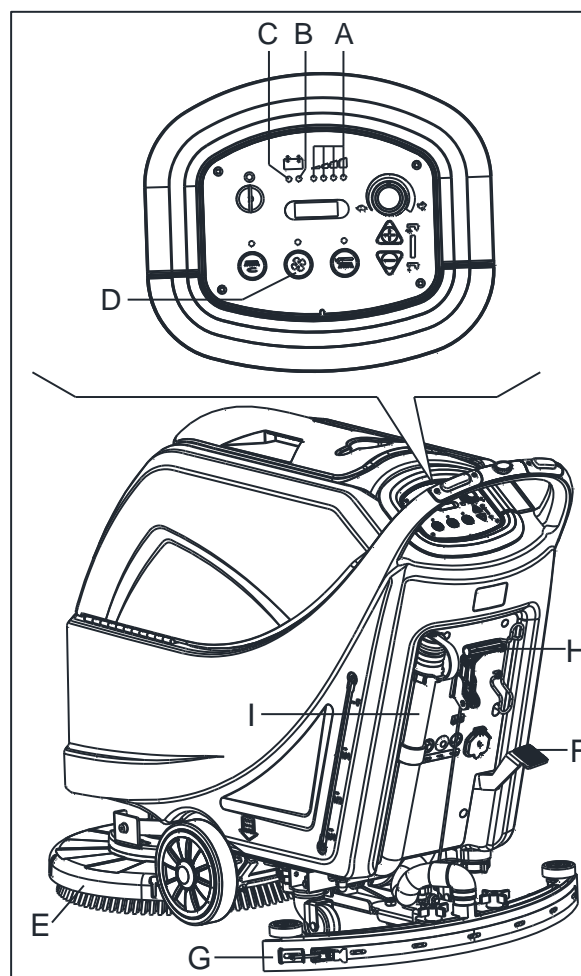
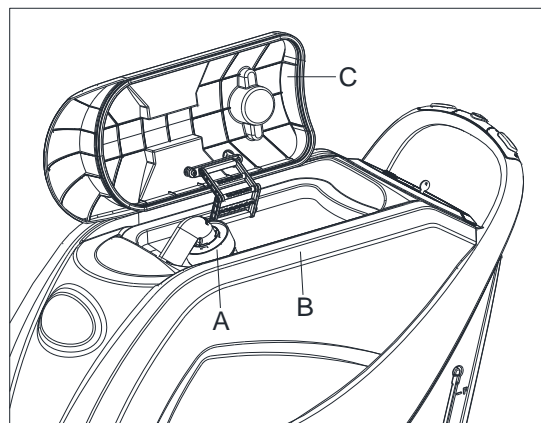

Figura 10
Figura 11
Finché la luce di avviso verde (A, Figura 10) resta accesa, le batterie consentono alla macchina di funzionare normalmente. Quando la luce di avviso verde (A) si spegne e la luce di avviso gialla (B) si accende, è consigliabile ricaricare le batterie, poiché la ricarica rimanente durerà solo pochi minuti (a seconda delle caratteristiche della batteria e del lavoro da eseguire). Quando la luce di avviso rossa (C) si accende, le batterie sono completamente scariche. Dopo pochi secondi, le spazzole / cuscinetti si spengono automaticamente, mentre il sistema di aspirazione e (solo per macchine con trazione) il sistema di alimentazione resta acceso, per finire di asciugare il pavimento e guidare la macchina all'area di ricarica designata.
Un sistema di spegnimento automatico a galleggiante (A, Figura 11) blocca il sistema di aspirazione di recupero quando serbatoio dell'acqua di recupero (B) è pieno. La disattivazione del sistema di aspirazione è segnalato da un improvviso aumento della frequenza di rumore del motore di aspirazione, inoltre il pavimento non viene asciugato.
Se il sistema di aspirazione si spegne accidentalmente (per esempio, quando il galleggiante è attivato a causa di un improvviso movimento della macchina), per riprendere il funzionamento: spegnere il sistema di aspirazione premendo l'interruttore (D, Figura 10), quindi aprire il coperchio (C, Figura 11) e verificare che il galleggiante dentro la griglia (A) sia sceso a livello dell'acqua. Quindi chiudere il coperchio (C) e accendere il sistema di aspirazione premendo l'interruttore (D, Figura 10).
Quando il serbatoio di recupero dell'acqua (B, Figura 11) è pieno, svuotarlo seguendo la seguente procedura.
2. Sollevare la piattaforma spazzole / cuscinetti (E, Figura 10) premendo il pedale (F, Figura 10). (solo per macchina a disco)
3. Sollevare il tergipavimento (G, Figura 10) con la leva (H, Figura 10).
5. Svuotare l'acqua di recupero con il tubo (I, Figura 1). Quindi, sciacquare il serbatoio (B, Figura 11) con acqua pulita.